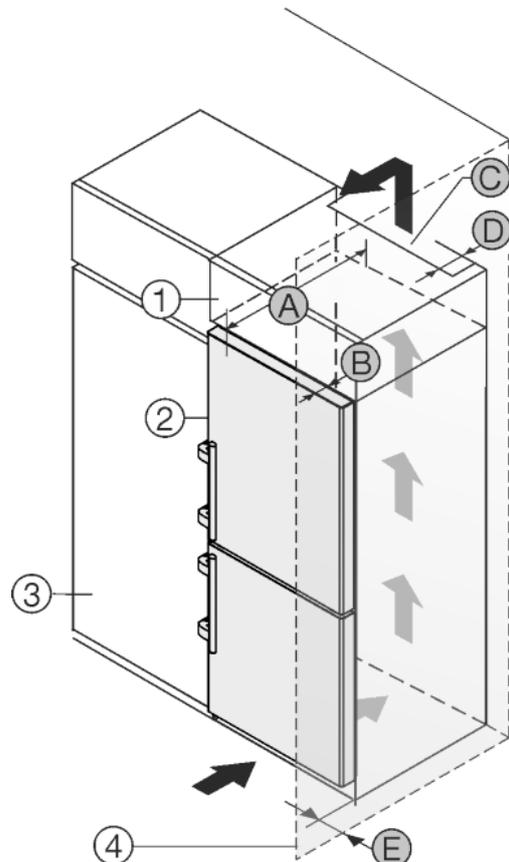

Fig. 26
Zariadenie môže byť zabudované medzi kuchynskými skriňami. Aby sa zariadenie *Fig. 26 (2)* prispôbilo výške kuchynskej linky, môže sa nad zariadením umiestniť nadstavná skrinka *Fig. 26 (1)*.
Zariadenie môže byť zabudované priamo vedľa kuchynskej skrine *Fig. 26 (3)*. Pre úplné otvorenie dverí musí zariadenie vyčnievať o hĺbku *Fig. 26 (B)* prednej časti kuchynskej skrine. V závislosti od hĺbky kuchynských skriň a použitia dištančných držiakov na stenu môže zariadenie prečnievať ešte viac.
- Na zadnej strane nadstavnej skrine musí byť vetracia šachta s hĺbkou *Fig. 26 (D)* cez celú šírku nadstavnej skrine.
- Pod stropom miestnosti sa musí dodržať prierez vetracieho otvoru *Fig. 26 (C)*.
Ak je zariadenie umiestnené so závesmi vedľa steny *Fig. 26 (4)*, musí sa medzi zariadením a stenou dodržať vzdialenosť *Fig. 26 (E)*. To zodpovedá presahu držadla pri otvorených dverách.